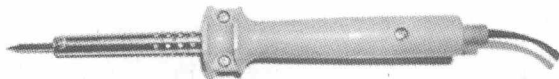

图 1-1 电烙铁外形
(1) 电烙铁的外形如图 1-1 所示。
内热式电烙铁的外形和内部结构如图 1-1、图 1-2 所示，烙铁芯装在烙铁头的内部，故称之为“内热式”电烙铁。内热式电烙铁具有加热效率高、加热速度快、耗电少、体积小和重量轻等优点。20W 规格的电烙铁适合印制线路板和小型元器件的焊接。